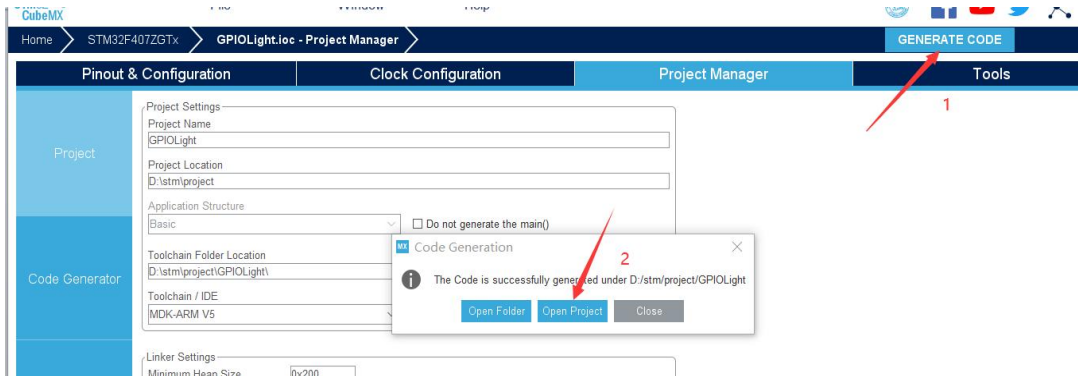

图 5.1.10 生成工程
9) 生成成功后, 有如图 5.1.10 所示。新创建工程时, 可以选择打开工程文件。若已打开生成过的工程文件, 可以选择 CLOSE。